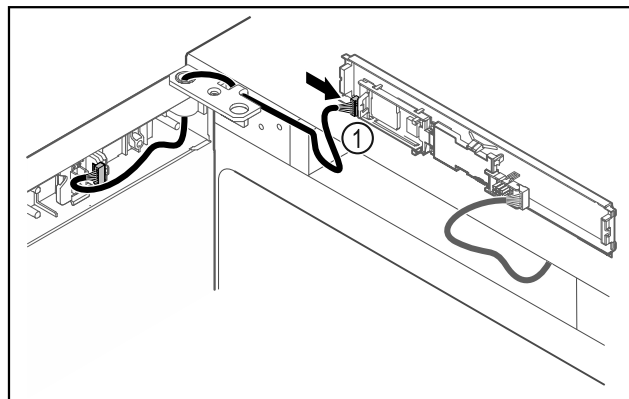

Fig. 49
- ▶ Подключите штекер Fig. 49 (1) к панели.